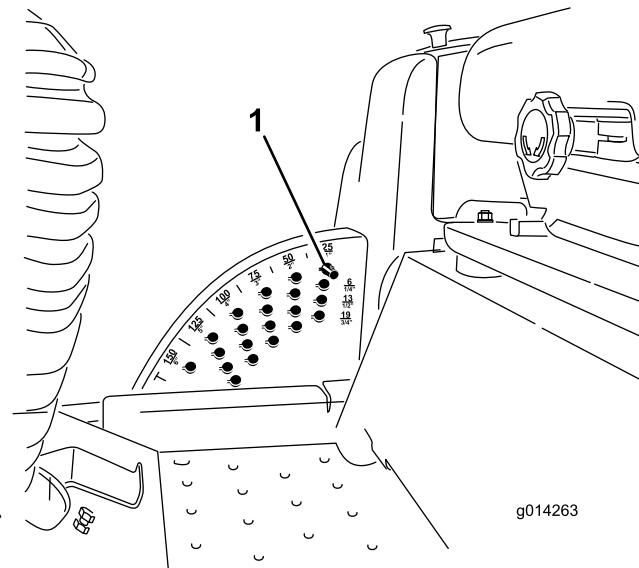

Figure 6
1. Lorsque le moteur tourne, repoussez la commande de relevage plateau de coupe en arrière jusqu'à ce que le plateau soit complètement relevé et **relâchez immédiatement la commande** (Figure 6).
2. Pour régler la hauteur de coupe, tournez la goupille de butée jusqu'à ce que la saillie s'aligne sur les fentes dans les trous du support de hauteur de coupe et déposez-la (Figure 6).
3. Placez la goupille dans le trou du support correspondant à la hauteur de coupe voulue et tournez-la pour la verrouiller en place (Figure 6).
**Remarque:** Il y a quatre rangées de trous (Figure 6). La première rangée donne la hauteur de coupe indiquée au-dessus de la goupille. La deuxième rangée donne la hauteur indiquée plus 6 mm. La troisième rangée donne la hauteur indiquée plus 12 mm. La dernière rangée donne la hauteur indiquée plus 18 mm. Un seul trou, situé dans la deuxième rangée, correspond à la hauteur